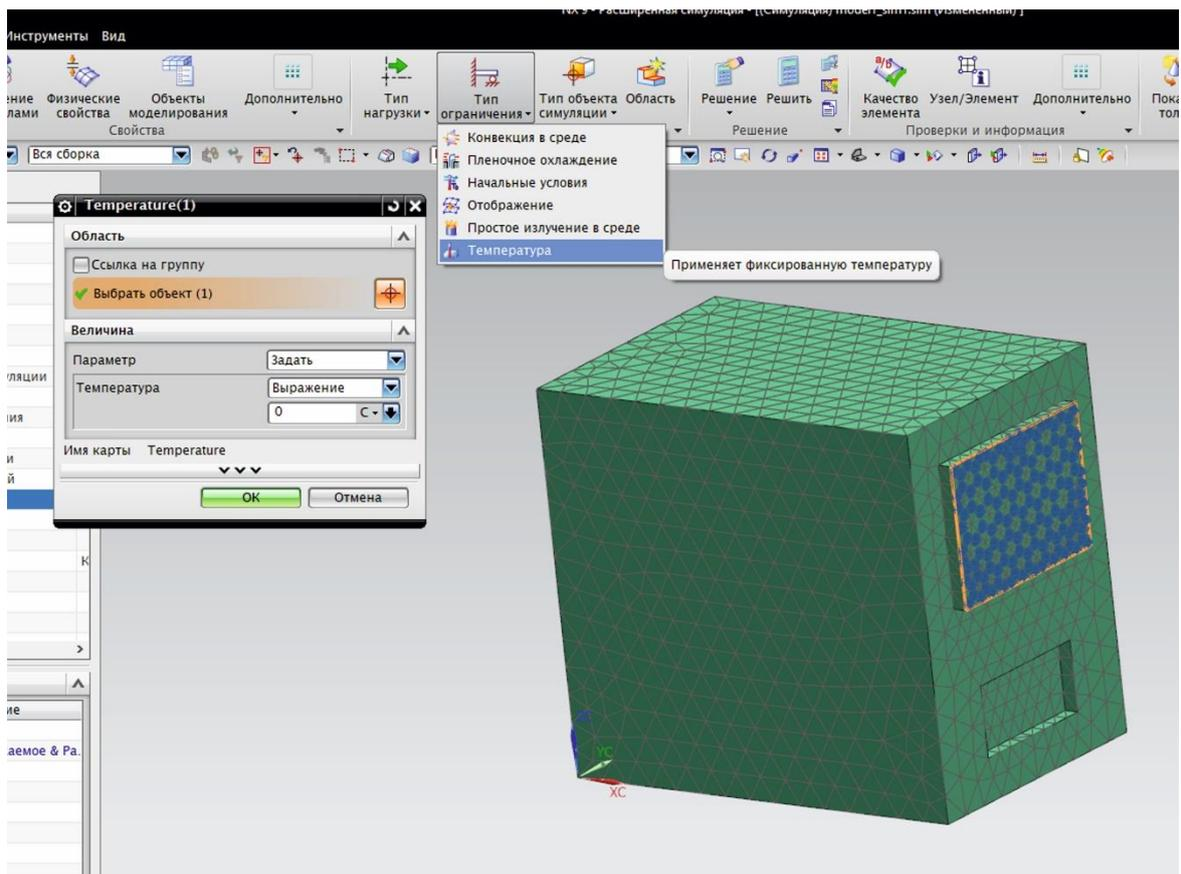
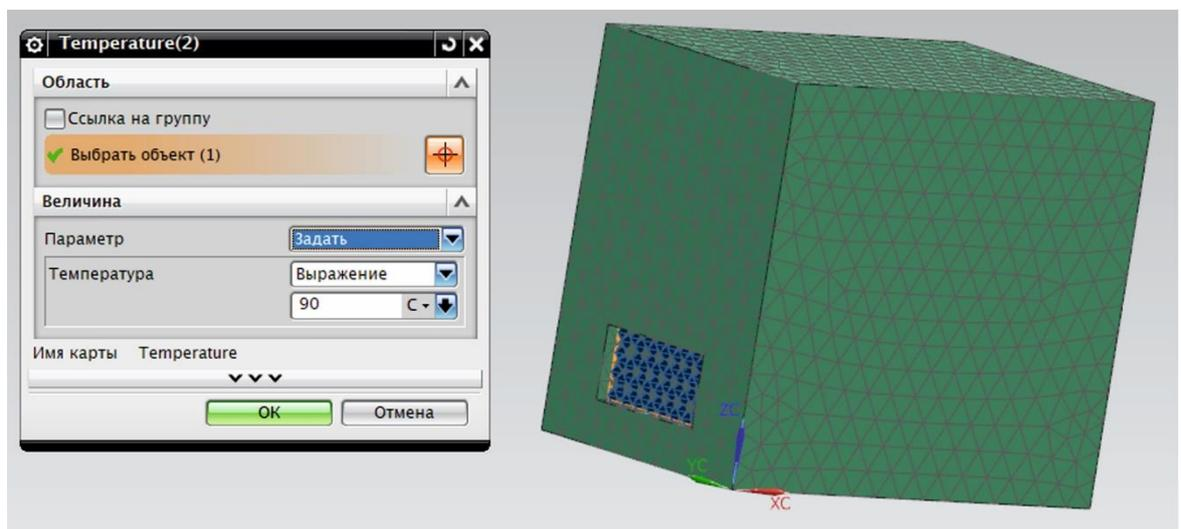

Рис. 3.2. Граничное условие для окна
Рис. 3.3. Граничное условие для батареи
7. Задайте граничные условия для окна и батареи. Этой граничные условия первого рода – постоянная температура грани. Закладка панели инструментов «**Исходная**» – «**Тип ограничения**» – «**Температура**». В открывшемся окне «**Температура**» выберите в качестве объекта грань окна и задайте температуру T_1 (рис. 3.2). Аналогично с противоположной стороны задайте температуру батареи T_2 (рис. 3.3).